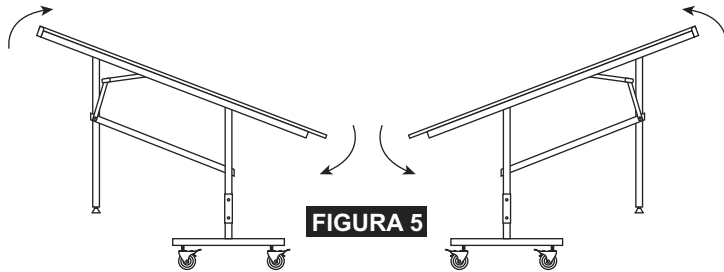

FIGURA 5
2. Cerrar cada mitad de la mesa como se muestra la **FIGURA 5**.